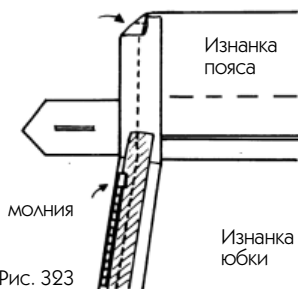

Рис. 323
9. Перед подгибанием пояса загните его концы на 1 см и приутюжьте (см. стрелку на рис. 323).